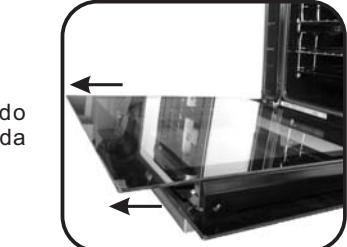

Figura 6
- ****Para fornos pirólicos, por favor remova também os segundo e terceiro vidros (figura 6)**